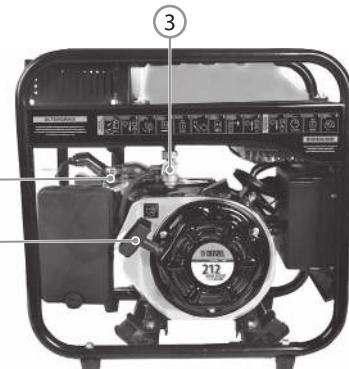

Рис. 7
7. Переведите топливный кран 3 (рис. 7) в положение «Открыто».
8. Переведите рычаг воздушной заслонки 1 (рис. 7) в положение «Закрыто».
10. Медленно вытащите шнур ручного стартера 2 (рис. 7) до появления сопротивления, а затем быстрым рывком потяните его.
11. Дайте двигателю поработать в течение 3–5 минут, чтобы прогреть его. По мере прогрева двигателя постепенно передвигайте рычаг воздушной заслонки 1 в положение «Открыто» (рис. 7).